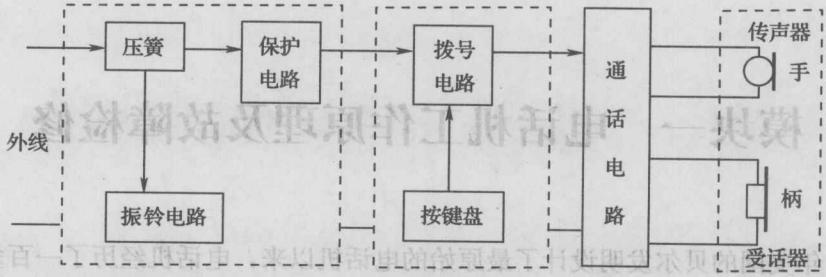

图 1—3 电话机组成框图
电话机是电话通信所必需的重要终端设备，它经历了磁石式、机电式、电子式等几个发展阶段。如图 1—1 所示是日常生活中常用的普通电话机，如图 1—2 所示是附带万年历的电话机。
电话机的品种日益增多，功能也越来越强，现在电话机一般来说都具有以下功能：免提扬声功能、自动重拨功能（REDIAL）、液晶显示功能、来电显示功能、录音应答功能、电话号码存储功能等。有的电话机集电话、复印、传真于一体，其功能非常多。但是，不管电话机的外形及功能有什么变化，其基本原理大同小异，主要由振铃电路、拨号电路、通话电路 3 个基本部分组成，其组成框图如图 1—3 所示。
(1) 压簧 压簧又称叉簧，是一种金属接点组，靠手柄的重力通过搁叉传动作用控制压簧接点的开闭，实现功能转换，如图 1—4 所示。压簧开关将整个电话机电路分为两大部分，一是接收呼叫信号部分（振铃电路）；二是拨号、通话部分。
(2) 振铃电路 振铃电路相对独立，位于整机电路的最前端，工作时与其他电路断开。当有电话呼叫用户时，用来接收话局的呼叫信号（振铃电压， $90\text{ V}\pm 15\text{ V}$, 25 Hz ），并发出铃鸣声。
(3) 保护电路 它包括过压保护和极性保护电路两种，过压保护电路是对雷电和浪涌电压的二次保护；极性保护电路是指无论用户如何连接外线，均能保证施加到电话机内电路的电压极性是正确的电路。
(4) 拨号电路 它的主要作用是把拨号盘（或键盘）上的号码或符号转换成相应的脉冲信号供双音频信号送往外线，由交换机识别后连接通话的另一方。由于集成电路的发展，现代的电话机在拨号电路中增加了一些功能，如重拨、记忆存储、缩位拨号等。
(5) 通话电路 它包括免提通话和手柄通话部分。通话电路主要作用是对发话话音和受话话音进行放大，为了提高通话质量，尽量减弱本机产生的信号反馈回受话器，还需进行消侧音处理。其次，通话电路还要完成拨号、通话网络的转换控制以及静噪抑制功能。